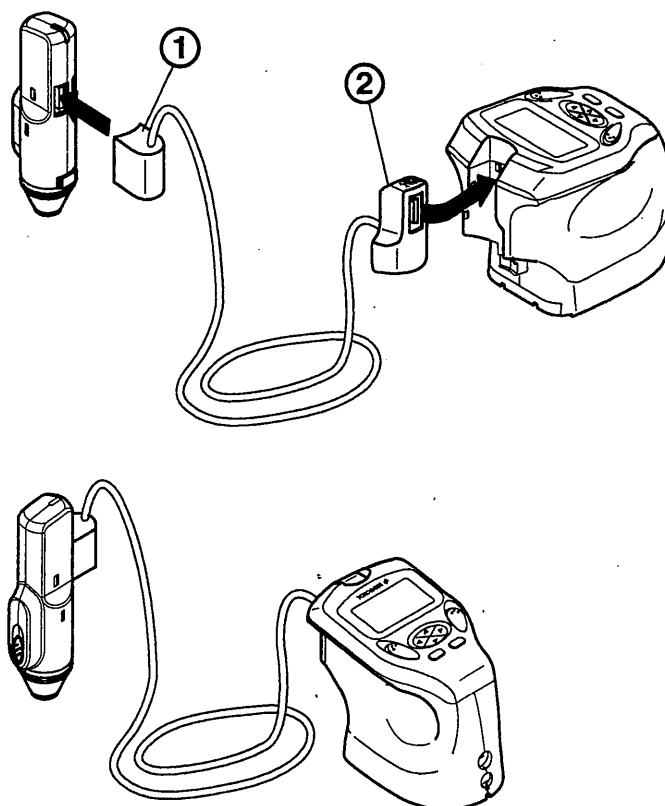

図2.3.1
- 『手順2』 図2.3.1の①をセンサ部のコネクタに接続します。
- 『手順3』 図2.3.1の②を本体前面のコネクタに接続します。接続後電源を投入し正常に動作することを確認してください。